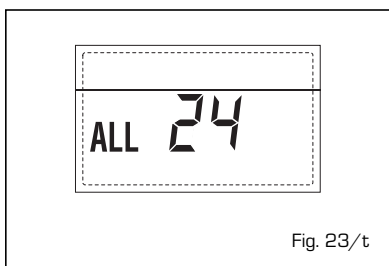

Fig. 23/t
- **ANOMALIA GUASTO SONDA BOLLITORE SOLARE S2 "ALL 25"** (fig. 23/u)